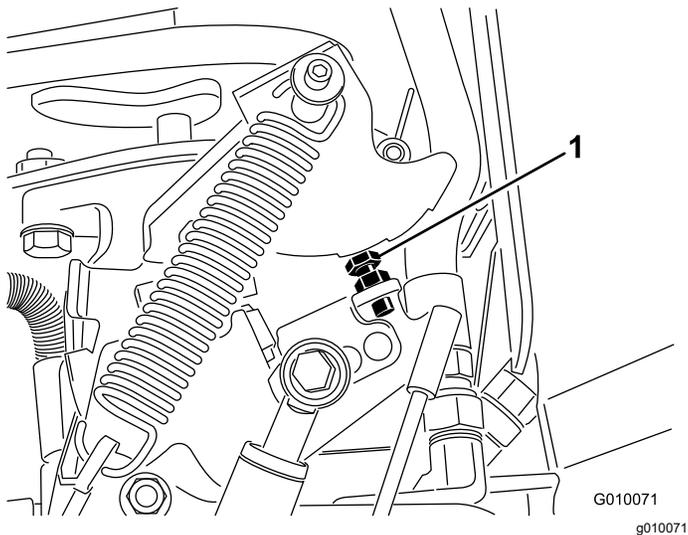

図 71
6. 調整する場合ポンプのストップボルト 図 71 をストッププレートに近づけると穴あけ間隔が小さくなり、遠ざけると間隔が大きくなる。